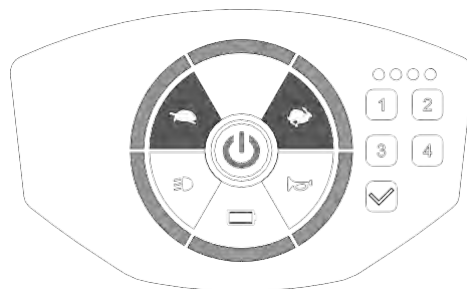

Figura 9
- Pulse el interruptor de alimentación para poner el scooter en el modo de espera de alimentación (luz roja encendida) y, a continuación, mantenga pulsados los botones de aceleración [🏍️] /deceleración [🐢] durante 2 segundos. La luz del panel estará encendida cuando el scooter está listo para el ajuste de la retroiluminación. (Figura 9)